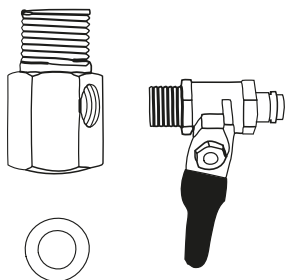

Рис. 7
- \* — в некоторых моделях узел подачи воды может быть выполнен в виде двух отдельных деталей: тройника и крана подачи воды (см. рис. 7 на стр. 8).
2.1. Соберите узел подачи воды путем соединения крана подачи воды с тройником, как показано на рис. 7.